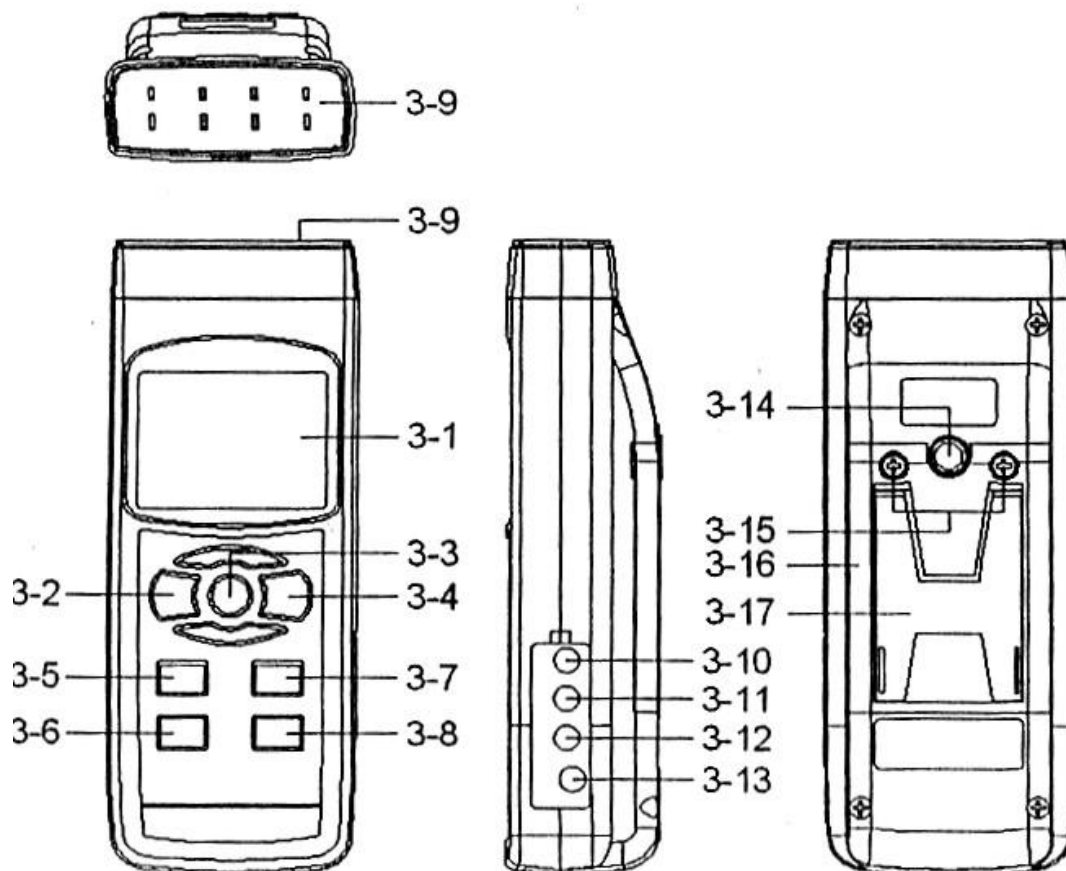

Bild 1
- Verbinden Sie die Pt100 Temperaturfühler nun mit den Eingangsbuchsen an der Seite des Gerätes (*Bild 1, 3-10*)